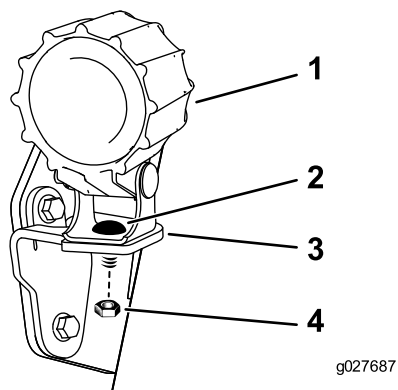

Figura 13
2. Rimuovete il dado e il bullone da ciascun gruppo luce operativa e fissateli alle staffe, come illustrato nella Figura 13.